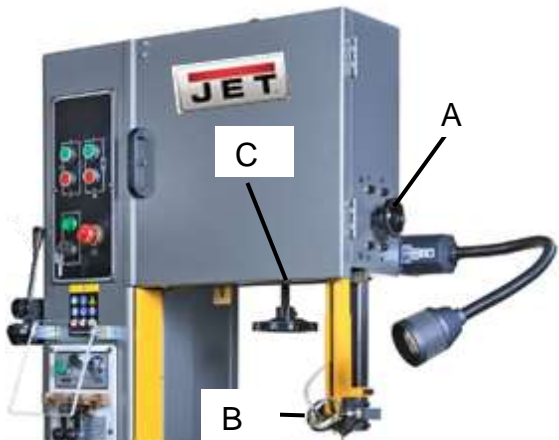

Рис. 6.
1. Поднимите верхнюю направляющую пыльного полотна, ослабив ручку фиксации (А, Рис. 6) и установив рукоятку (В, Рис. 6) в крайнее верхнее положение.
3. Чтобы увеличить натяжение полотна, поворачивайте маховик (С, Рис. 6) по часовой стрелке. Чтобы ослабить натяжение полотна, поворачивайте маховик против часовой стрелки.